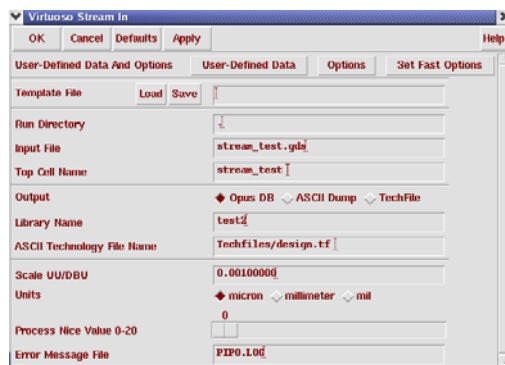

图 10.3 Stream in test2 窗口
- ② 在 STRMOUT PopUp Message 对话框中, 提示 “successfully”, 若无此提示, 则表明 Stream Out 窗口设置有误, 需重新设置, 直至提示成功为止。点击 OK。
- ③ 在 Library Manager 窗口中, 选择 View→Refresh, 在 test1 文件库中, 打开 stream\_test 版图。
- ④ 在 LSW 窗口中, 各版层没有明确的定义, 原因是数据执行 Stream in 命令时, 并没有定义其工艺文件或图文件。
- ⑤ 关闭设计窗口。
- ⑥ 在 CIW 窗口中, 选择 File→Import→Stream, 设置 Stream In 窗口如图 10.3 所示。点击 User-Defined Data 选项按钮, 在 stream Out User-Defined Data 窗口中, 确认 Layer Map Table 设置为 layer.map, 点击 OK。
- ⑦ 在 Stream In 窗口中, 点击 OK, 启动 stream translator。在 STRMOUT PopUp Message 对话框中, 提示 “successfully”, 点击 OK。
- ⑧ 在 Library Manager 窗口中, 选择 View→Refresh, 打开 stream\_test 版图设计窗口, 在 LSW 窗口中, 包括在 stream out 中添加的 contact, 各版层都有明确的定义, 原因是数据执行 Stream in 命令时, 定义工艺文件 ASCII Technology File Name 为 Techfiles/design.tf (ASCII 为标准信息交换码)。
- ⑨ 存档并退出。